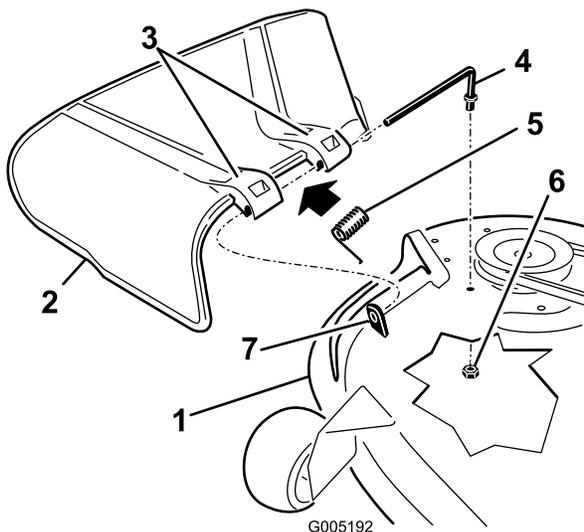

Bild 67
1. Nehmen Sie die Mutter ($\frac{3}{8}$ ") aus der Stange unter dem Mähwerk ab (Bild 67).
2. Schieben Sie die Stange aus dem kurzen Abstandsbolzen, der Feder und dem Ablenkblech (Bild 67).
4. Montieren Sie das Ablenkblech (Bild 67).
7. Schieben Sie die Stange durch die zweite Halterung am Grasablenkblech (Bild 67).
9. Befestigen Sie das hintere Stangenende mit einer Mutter ($\frac{3}{8}$ ") am Mähwerk, wie in Bild 67 abgebildet.